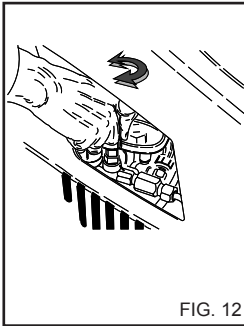

FIG. 12
Tässä kappaleessa käsitellään vain niitä malleja, jotka on varustettu "paineensäädin" laitteella. Paineensäätimellä, fig. 12, käyttäjä voi säätää työpainetta. Kun nuppi C on käännetty vastapäivään (B) (minimi), toimintapaine vähenee.